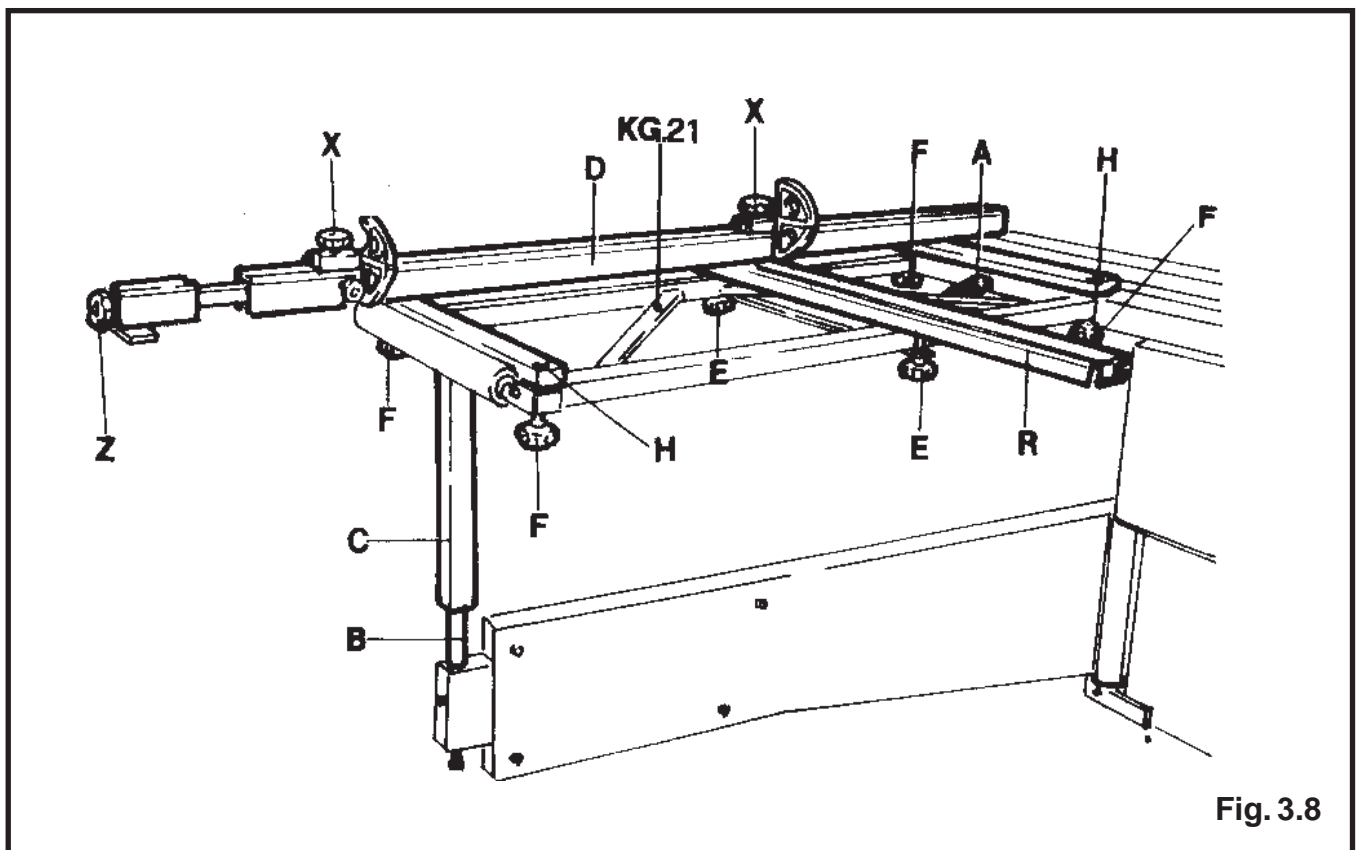

Fig. 3.8
Per il taglio e la squadratura di pezzi bisogna far uso della guida telescopica lunga, posta sul piano aggiunto, con battute reversibili X a scomparsa fig. 3.8
For cutting and squaring large workpieces, use the long telescopic fence found on the additional worktable. The fence comes with reversible and retractile stops (X, fig. 3.8).
Para el corte y la escuadratura de las piezas es necesario utilizar la guía telescópica larga, colocada en la mesa adjunta, con topes reversibles X retráctiles, fig. 3.8.
- Appoggiare la parte rifilata del pannello contro la guida telescopica, e eseguire il refilo sul lato più lungo, e capovolgetelo eseguendo un altro refilo sull'altro lato fig.3.8.a.
- Bring the trimmed part of the board against the telescopic fence and trim the longer side. Then overturn the board and trim the other side (fig. 3.8.a).